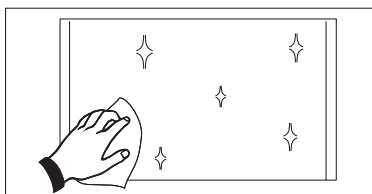

Fig.1
- La puerta y la manija del refrigerador se limpian con jabón líquido neutro, luego se enjuagan y se secan con un paño limpio. Ver Fig. 1.